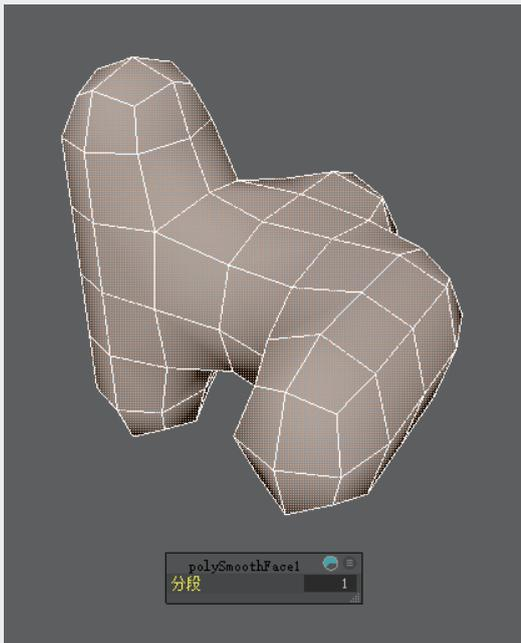
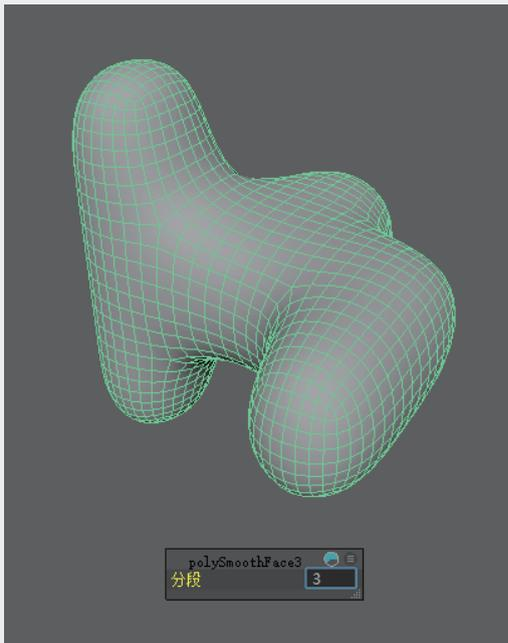

图3-49
图3-50
**步骤5：**对模型执行“平滑”命令, 如图3-49所示，在浮动窗口中将“分段”值调整为3，使模型变得更光滑，点线数量更多，如图3-50所示。